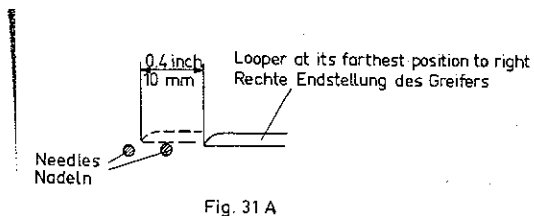

Fig. 31 A
- 3) Medir la distancia 'A', Fig. 31, con una escala o regla y anotararlo.